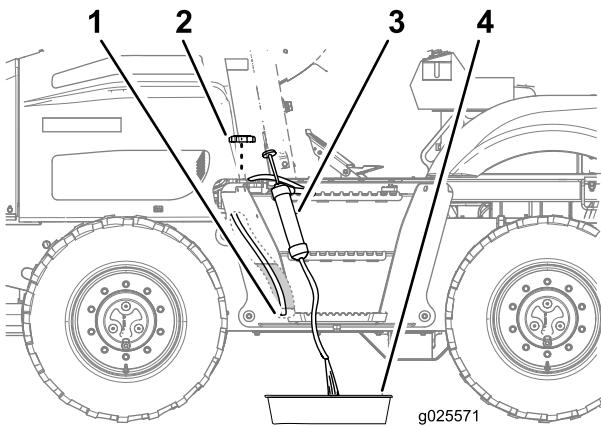

Figura 77
1. Retire a tampa do tanque de combustível (Figura 77).
2. Passe a mangueira de sucção do equipamento de sifão pelo tubo de enchimento do tanque de combustível, conduzindo-a até o fundo do tanque (Figura 77).
3. Posicione a mangueira de descarga do equipamento de sifão em uma bandeja de drenagem (Figura 77).
6. Instale a tampa de combustível no tubo de enchimento do tanque de combustível (Figura 77).